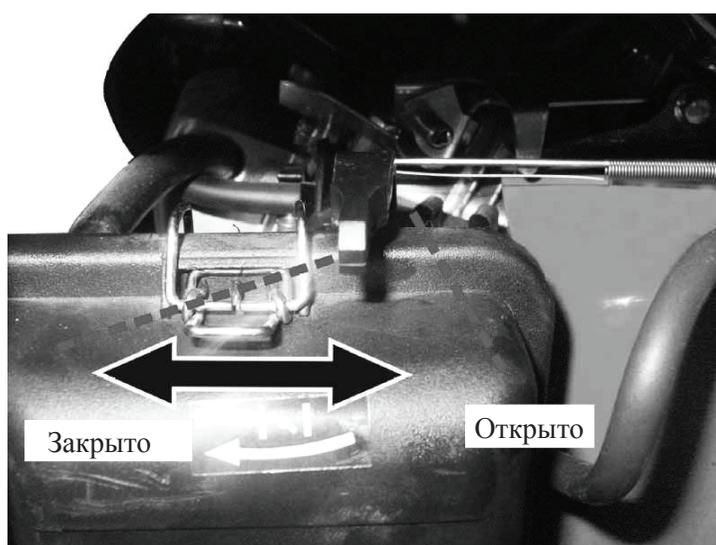

Рис. 3.6
2. Передвиньте рычаг дросселя 5 (рис. 2.2.1) в положение «ЗАКРЫТО». Если двигатель теплый или температура воздуха высокая, оставьте рычаг дросселя в положении «ОТКРЫТО» (рис. 3.6, 3.7).